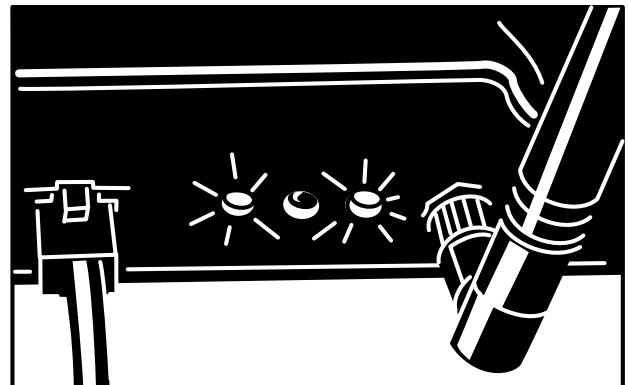

Figura 12
4. Se la BaseStation si connette a Internet, assicuratevi che la BaseStation contatti i server myTurf e stabilisca una connessione (Figura 12).